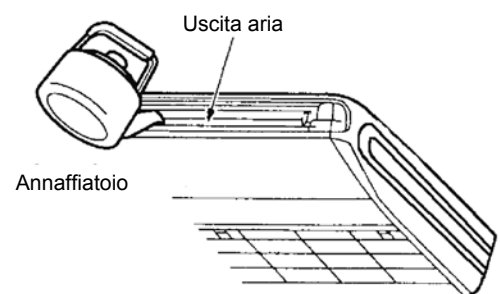

Fig.5
- Avvitare a fondo entrambi i bulloni di regolazione staffa di sospensione (M8) (fare riferimento alla Fig. 5).
- Avvitare a fondo entrambi i bulloni di fissaggio staffa di sospensione (M6), in modo da evitare il movimento dell'unità interna (fare riferimento alla Fig. 5).